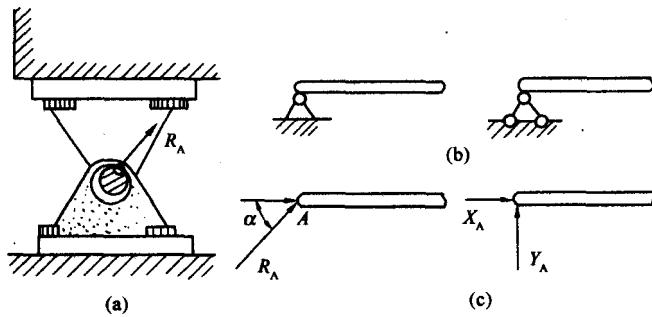

图 1-1-11
3) 固定铰链支座（或称铰链支座）：固定铰链支座的约束反力通过铰链中心，方向不定，可用其一对正交分力表示，如图 1-1-11 所示。